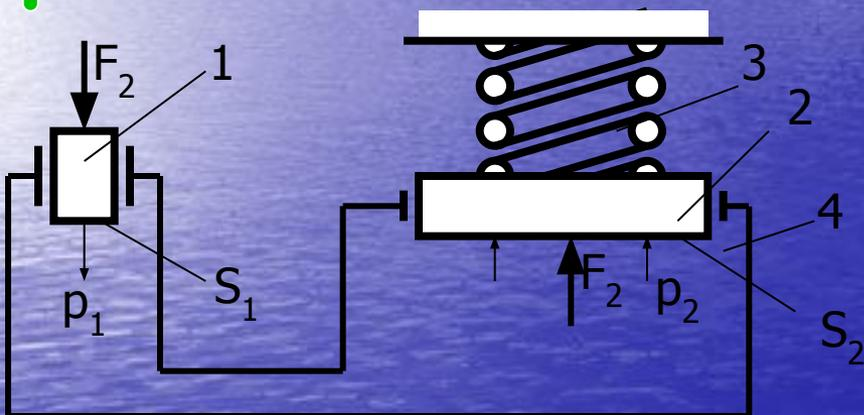

Рис. 1.8. Гидропресс
1.5.1. Гидропресс – предназначен для создания больших усилий (рис. 1.8.).
Из рис.1.8. видно, что $S_2 > S_1$, следовательно $(S_2/S_1) > 1$, т.е. усилие F_2 на 2-м (большем) поршне возрастает по отношению к усилию F_1 во столько, во сколько площадь S_2 больше площади S_1 .